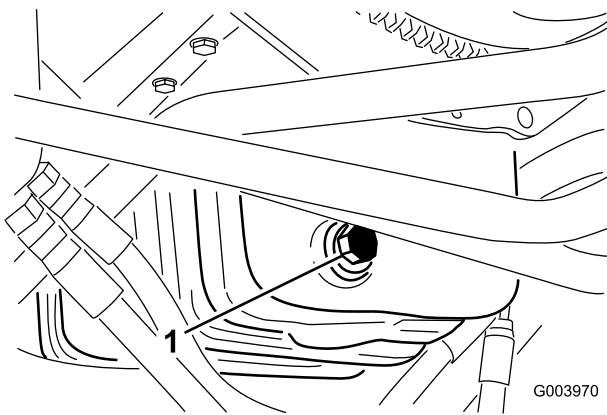

Bild 40
1. Entfernen Sie die Ablassschraube (Bild 40) und lassen Sie das Öl in die Auffangwanne ab.